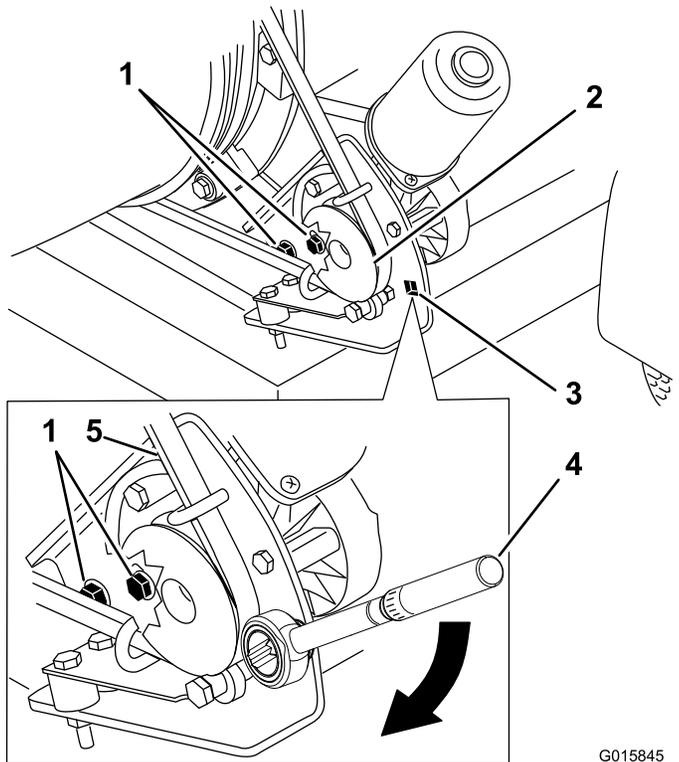

図 27
1. プーリ取り付けブラケットをブローのフレームに固定しているボルトをゆるめる 図 27。
2. プーリ取り付けブラケットにトルクレンチをセットする 図 27。
3. ブラケットがノズルから離れる方向にレンチを締め、締め付けトルクを 22.6-26.0 N·m 2.3-2.7 kg/cm² = 200-230 in-lb とする 図 27。